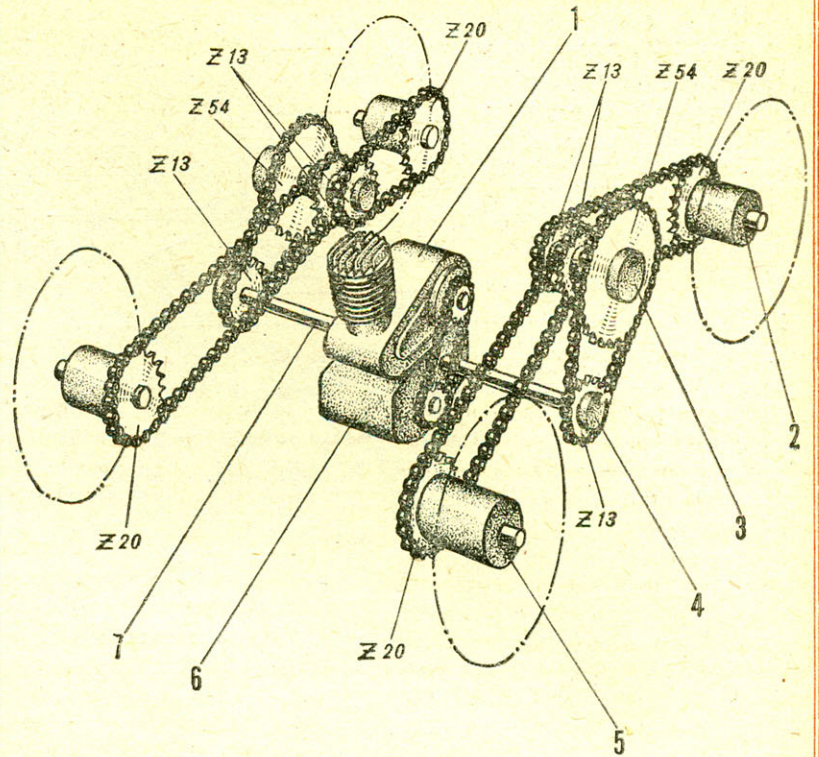

Рис. 6. Кинематическая схема:
3. Легкий тип — сани индивидуального пользования с мотоциклетным мотором. За образец можно взять мотосани «Лайка-3» (рис. 6), спроектированные проектно-технологическим конструкторским бюро Министерства связи и хабаровским заводом «Промсвязь». Эта машина подготовлена к серийному производству, но не выпускается из-за отсутствия двигателя необходимой мощности, поставок гусеничной ленты, ремней вариатора и ряда других деталей.